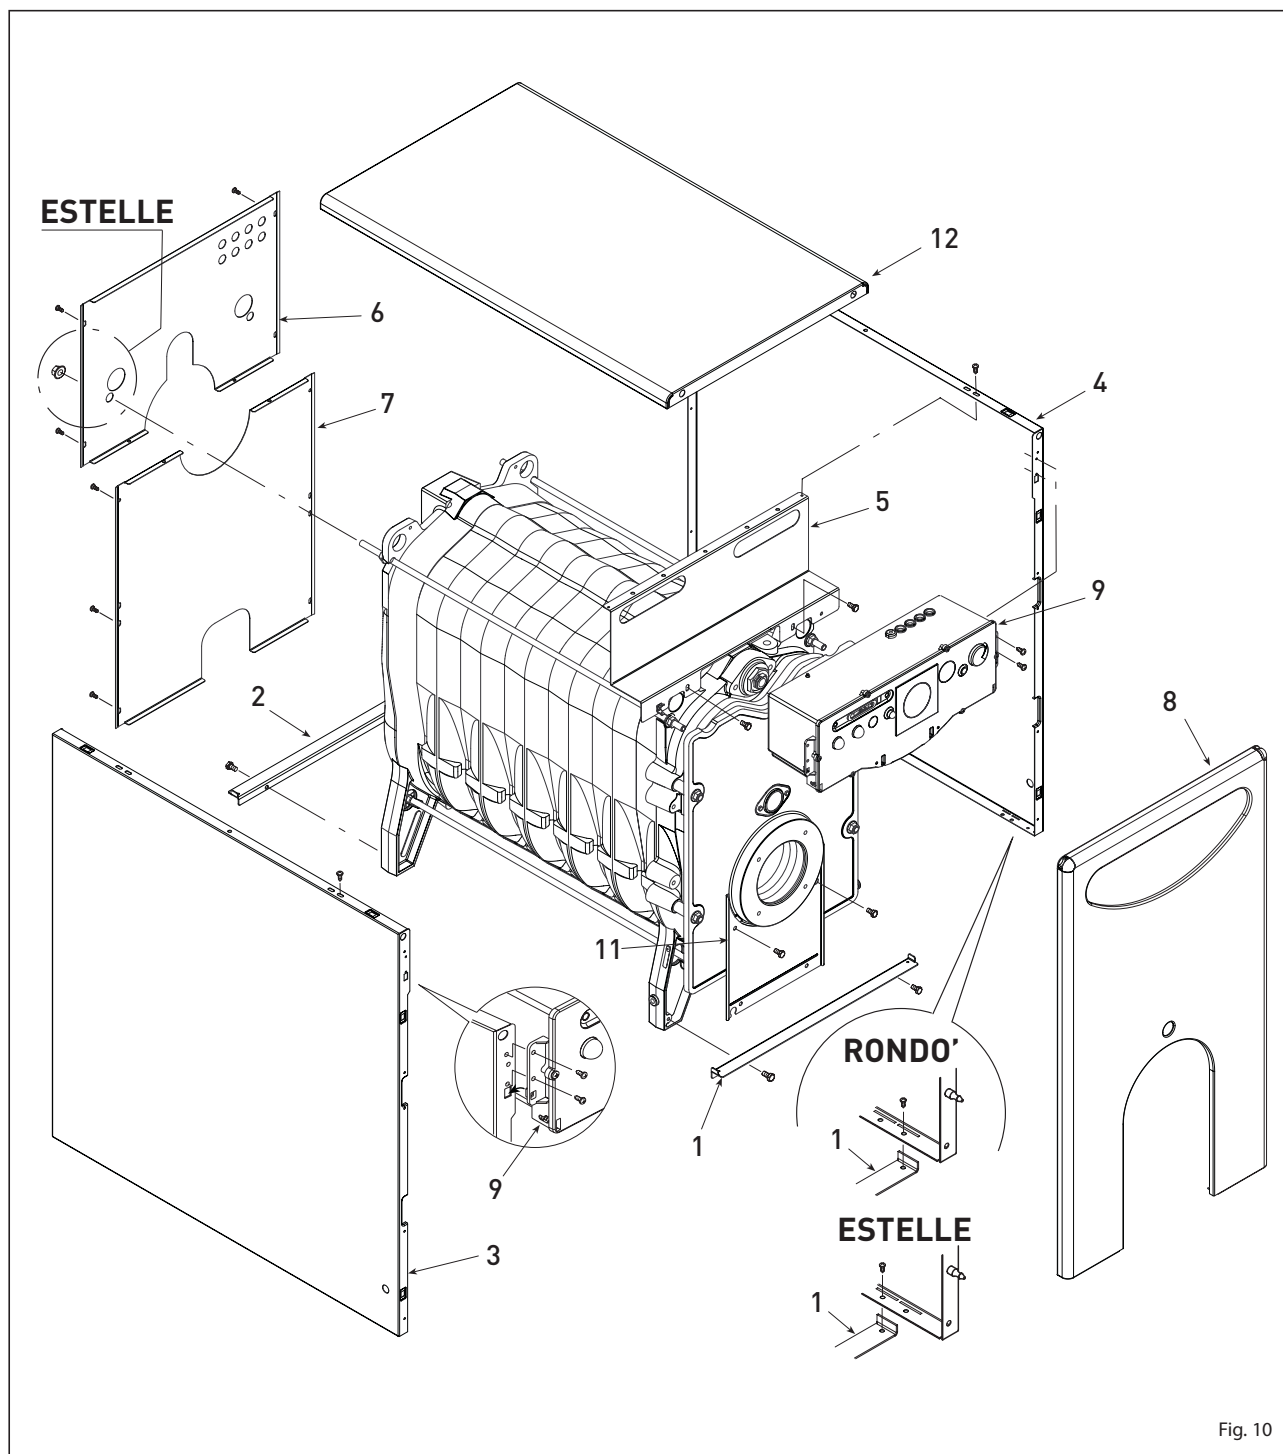

Fig. 10
3.3.3 Kappens demontering (fig. 10)
Foretag nedenstående procedurer i rækkefølge for at afmontere kappen (fig. 10):